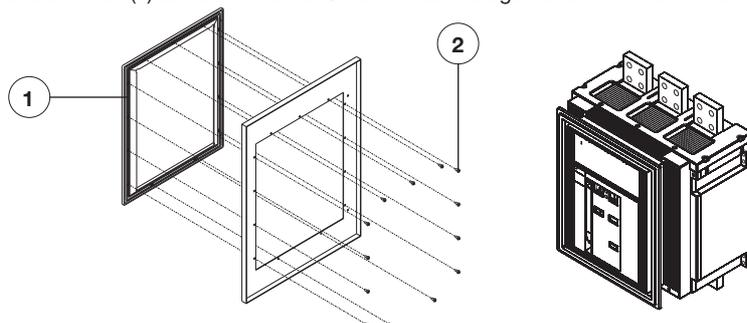

Abb. 8
4.2 Montage des Abdeckrahmens auf der Schaltfeldtür (Abb. 8)
- Den Abdeckrahmen (1) auf der Front der Schaltfeldtür auflegen und von innen mit den selbstschneidenden Schrauben (2) befestigen.